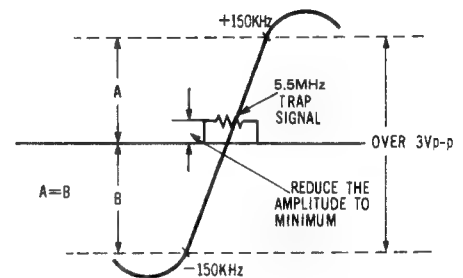

Figure 13 Abb. 13
2. Adjust T202 to center 5.5 MHz marker as in figure 13.
3. Adjust T201 for maximum peak to peak amplitude and symmetry about zero axis. Readjust T201 and T202 if necessary to achieve in figure 13.
2. T202 auf Mittenstellung der Marke 5.5MHz einstellen. (Vgl. Abb.13)
3. T201 bei Maximum Spitze-Spitze Amplitude und gleichzeitiger Symmetrie um die O-Achse der Kurve einstellen. Ggf. sind T201 und T202 nachzugleichen, um einen Verlauf nach Abb. 13 zu erzielen.